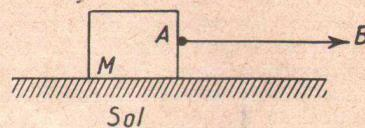

Fig. 2.
2) La figure 2 montre un corps M reposant sur le sol. Nous le tirons horizontalement par un anneau A, en exerçant une force de 250 grammes. Si nous convenons de représenter 100 grammes par 1 centimètre, l'effort est représenté par le vecteur AB , long de 25 mm. et horizontal.